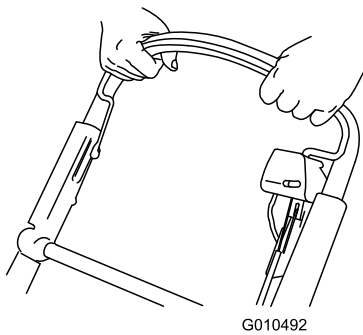

Figura 21
2. Sujete la barra de control de las cuchillas contra el manillar (Figura 21).